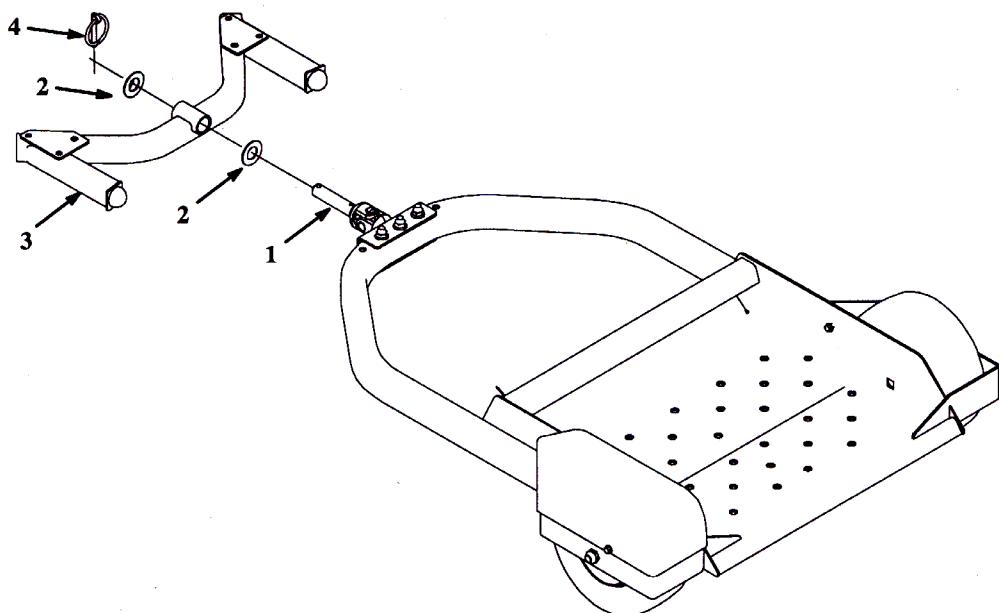

図5
2. ピボット・シャフトに、ワッシャ (0.813 x 1.563) を通す(図5)。
3. ピボット・シャフトをサルキー・ヒッチに通し、ワッシャ (0.813 x 1.563) とリング・ピンで固定する(図5)。